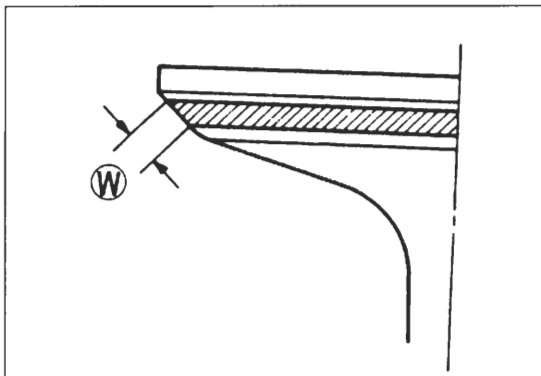

Bild 179
- Ventil kurz mit feiner Läpp-Paste anschleifen und Sitzbreite messen, siehe Bild 179. Sollbreite: 0,74 – 1,40 mm (750 F: 0,9 – 1,1 mm).